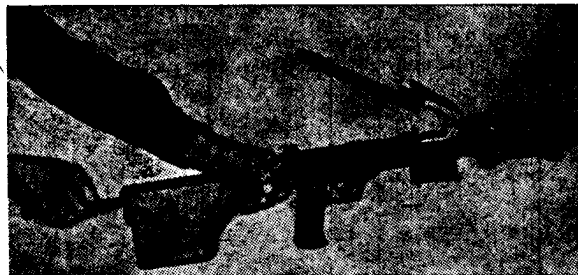

Рис. 87. Поставяне на бойно-възвратната пружина с водещото стебло в тръбата на приклада
5. Поставяне на бойно-възвратната пружина в приклада: съединява се пружината с водещото стебло, като се поставя с предния край, който има по-малък диаметър, в чашката на водещото стебло. Взема се прикладът в лявата ръка, с дясната ръка се вкарва бойно-възвратната пружина с водещото стебло (с водещото стебло напред) в тръбата на приклада (рис. 87) така, че предният край на во-